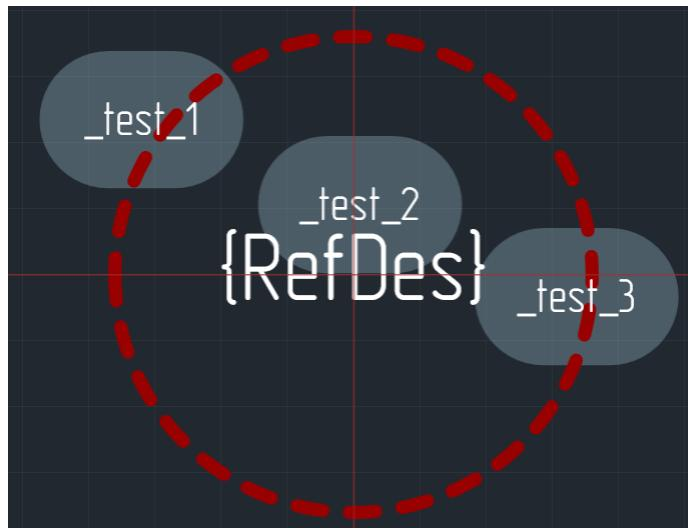

Рис. 133 Перенумерация вдоль линии
3. Отпустите левую кнопку мыши, все контактные площадки, которые попали на линию, будут выбраны и последовательно перенумерованы, см. Рис. 133.